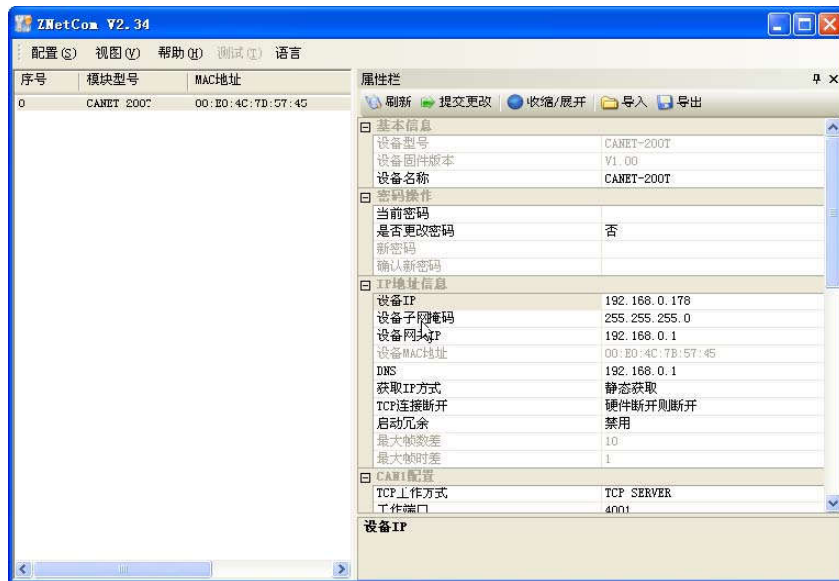

图 4.1 ZNetCom 软件运行界面
- c. 单击  运行 ZNetCom 软件，出现如图 4.1 所示界面。